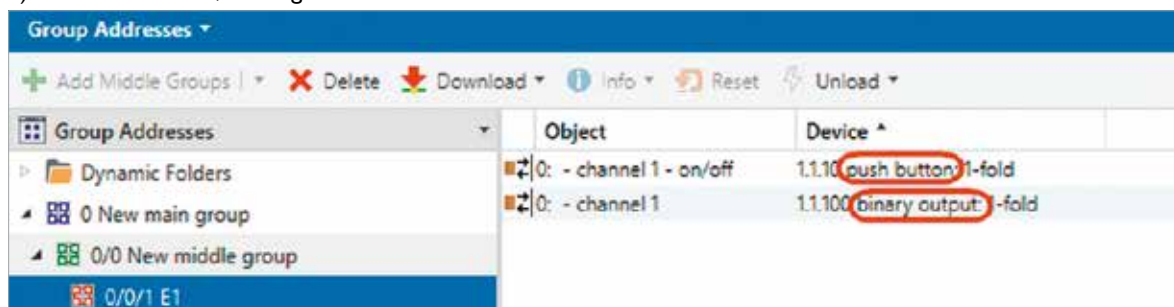

Figura 12. Situazione iniziale di un sensore e un attuatore in E1
1) Situazione iniziale, vedi Figura 12